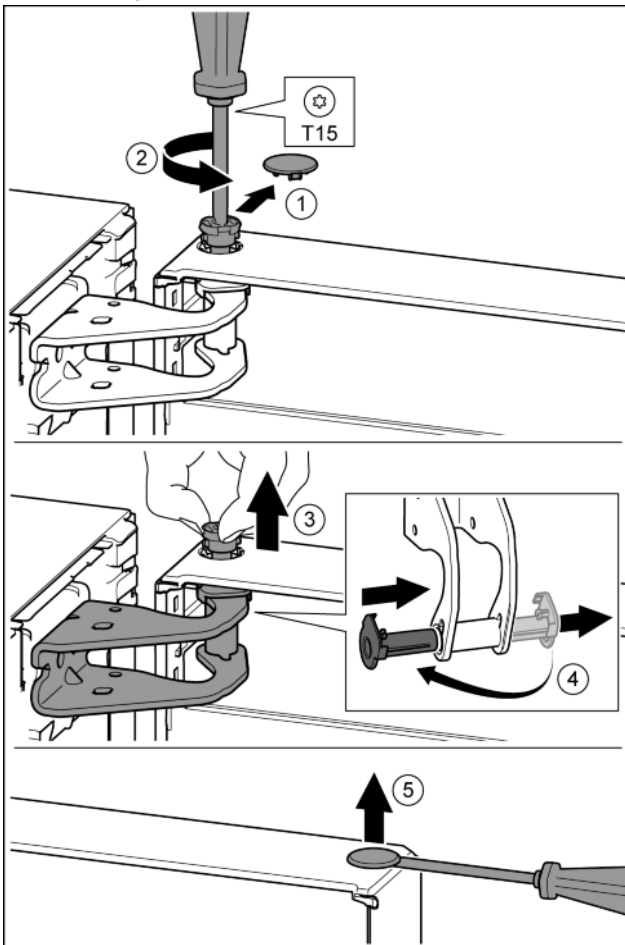

Fig. 10
- ▶ Свалете внимателно предпазния капак. Fig. 10 (1)
- ▶ С отвертка T15 отвийте малко болта. Fig. 10 (2)
- ▶ Дръжте здраво вратата и с пръсти извадете болта. Fig. 10 (3)
- ▶ Извадете лагерната втулка от водача. Поставете от другата страна и фиксирайте. Fig. 10 (4)
- ▶ С плоска отвертка внимателно повдигнете тапата от лагерната втулка на вратата и я извадете. Fig. 10 (5)